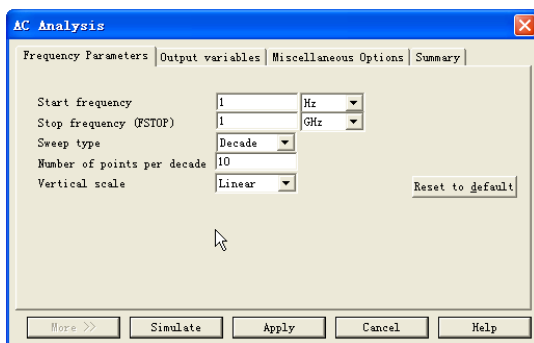
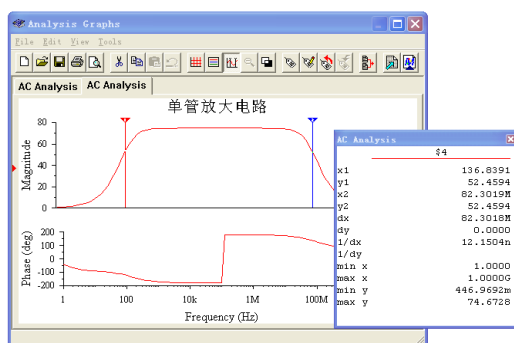

图 5.6 交流分析参数设置
图 5.7 交流分析仿真结果
(1) 选取菜单命令 Simulate→Analyses→AC Analysis，在 Frequency Parameters 页中设置起止频率为 1Hz~1GHz，其余为默认设置，如图 5.6 所示。
(2) 在 Output variables 页中选择节点 4 (\$4) 作为输出。
(3) 点击 Simulate 按钮进行分析，得到电路的幅频和相频特性曲线，如图 5.7 所示。
(4) 在图 5.7 中点击 Show/Hide Cursors 按钮 ，可以读取波形的上各点的值。从而得到电路的上下限截止频率： $f_L \approx 136.84\text{Hz}$ 、 $f_H \approx 82.30\text{MHz}$ 。